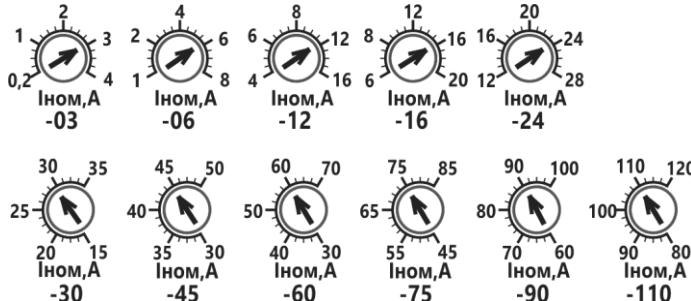

Рисунок 5 Диапазоны настройки **Iном**
1.7.2 Номинальный ток электродвигателя «**Iном, A**» используется для функции электронной тепловой защиты электродвигателя (см. таблицу 8, код защиты А3), а также в качестве базового для настройки «**Иоткл, %**». Диапазоны настройки потенциометров для исполнений по току приведены на рис.5.